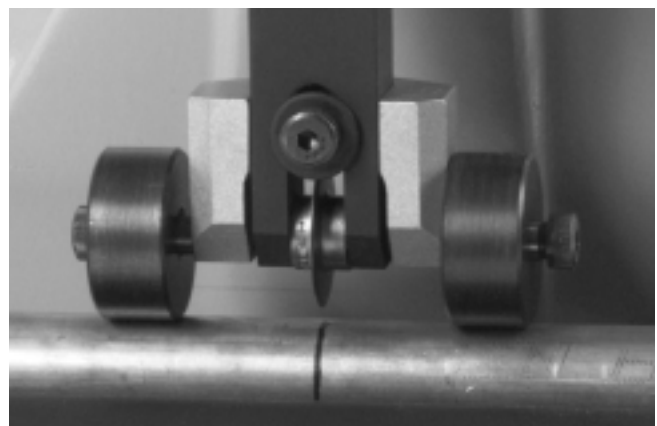

Figure 4 – Rouleaux de soutien du galet de coupe au contact du tuyau
6. Rabaissez la poignée jusqu'à ce que les rouleaux de soutien du galet de coupe touchent le tuyau (Figure 4). Mettez l'interrupteur ON/OFF (marche/arrêt) à la position ON (marche).